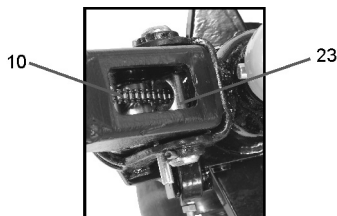

Fig. 3 - Corrente do cabo
b) Passe a corrente “10” do cabo pelo centro do eixo, ver fig. 3.